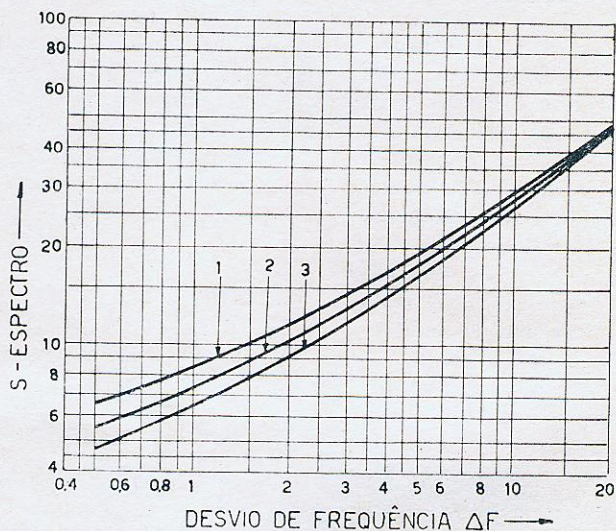

Figura 2
A figura 2 mostra a dependência entre espectro de transmissão contendo todas as frequências laterais com amplitudes $\geq 10\%$ da amplitude da portadora, e o desvio de frequências ΔF . Três casos foram considerados, tendo como parâmetro a máxima frequência de modulação: 3,6, 3 e 2,4 Kc/s respectivamente nas curvas 1, 2 e 3. Vê-se que, pela curva 2, para 15 Kc/s de desvio de frequência, a largura do espectro é 38 Kc/s corroborando o que foi afirmado acima. Para diminuirmos o espectro para a metade, isto é, 19 Kc/s, devemos ter o desvio de frequência de apenas 6 Kc/s o que significará que teremos $M = 2$, em lugar de $M = 5$ como anteriormente. Para nova diminuição à metade, isto é, espectro de 9,5 Kc/s, será necessário, de acordo com a Fig. 2 curva 2, um desvio ΔF de apenas 1,7 Kc/s. Portanto, uma diminuição de 4 vezes no espectro requer que o desvio de frequência seja diminuído de 9 vezes. Tal fato prejudica a relação sinal-ruído do receptor e, conseqüentemente diminui o alcance da transmissão.
Para larguras de banda de áudio (B) iguais a 2,4 Kc/s, 3 Kc/s (caso ideal onde existam filtros de áudio eficientes) e 3,6 Kc/s, foram calculados, com base na equação (3) e na figura 2, os espectros necessários para FM e SSB.